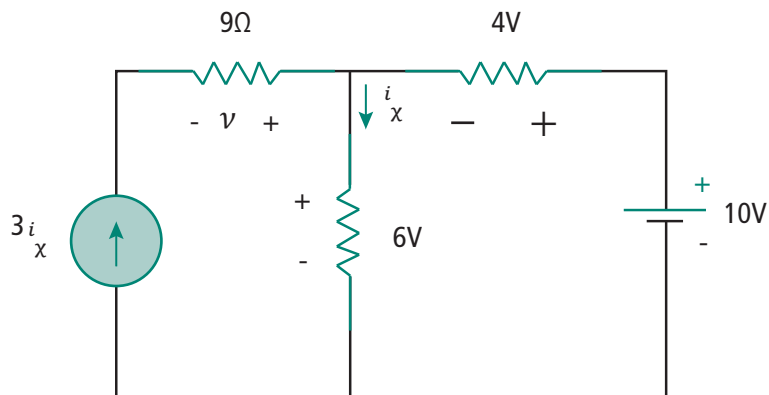

Figura 7.13: Circuito com incógnita de corrente e tensão
5. Determine v e i_x no circuito da Figura 7.13.